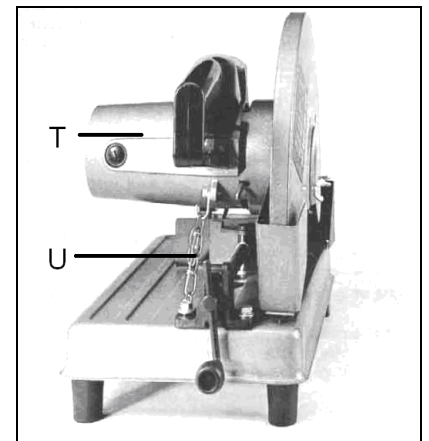

Fig 2
Haken Sie die Kette (U, Fig 2) aus und lassen Sie den Kopf (T) langsam nach oben gleiten.